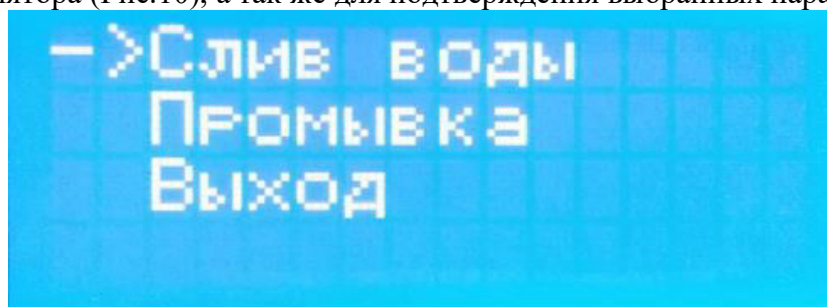

Рис.10 – Основное меню
1. Кнопка «**Меню**» - данная кнопка используется для входа в основное меню дистиллятора (Рис.10), а так же для подтверждения выбранных параметров;